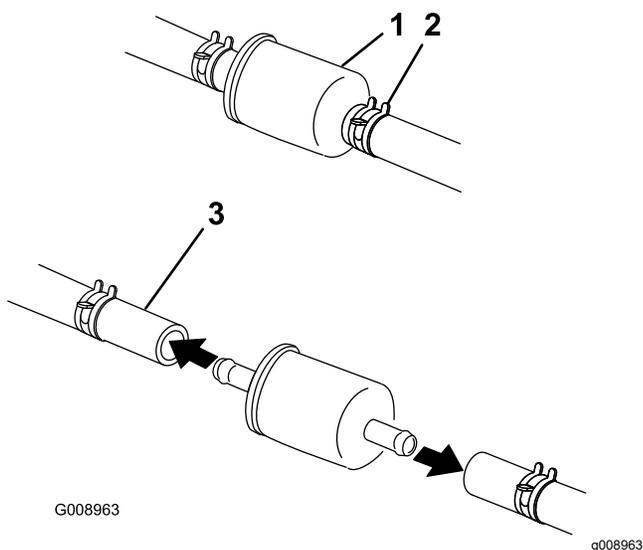

Рисунок 65
5. Замените топливный фильтр (Рисунок 65).